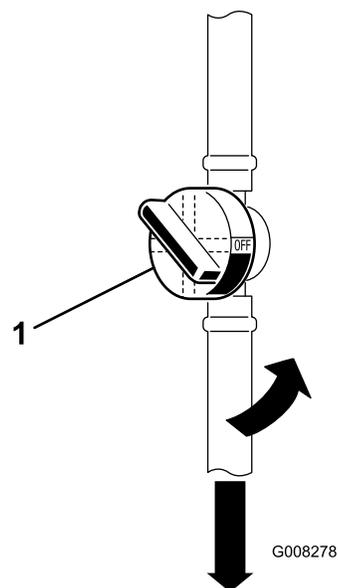

Figura 29
6. Cierre la válvula de cierre de combustible (Figura 29).
7. Apriete los extremos de las abrazaderas y deslícelas por el tubo alejándolas del filtro de combustible usado (Figura 29).